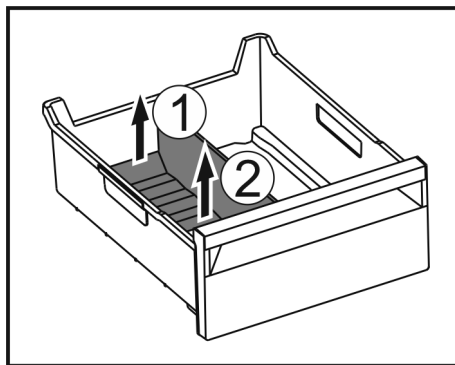

Fig. 208
- Ngrini lart pjesën e pasme të ndarësit të sirtarit të akullit. Fig. 208 (1)
- Hiqni ndarësin e sirtarit të akullit nga lart. Fig. 208 (2)